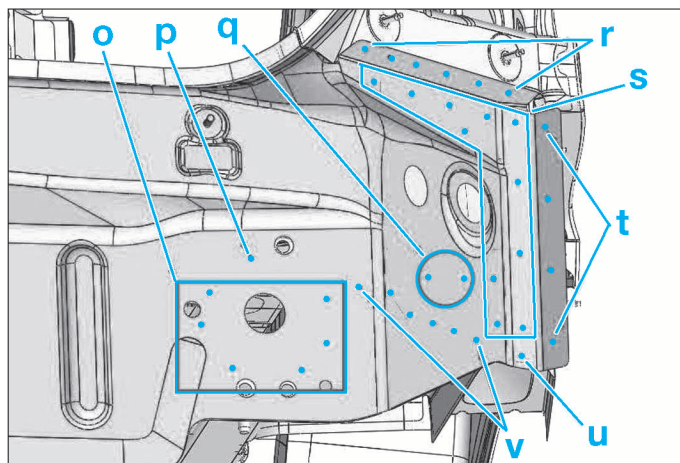

FIG. 88
- Fraiser (Fig.88) :
- (o), (p), (q), (r), (t), (u) et (v) par points électrique (Fig.88).